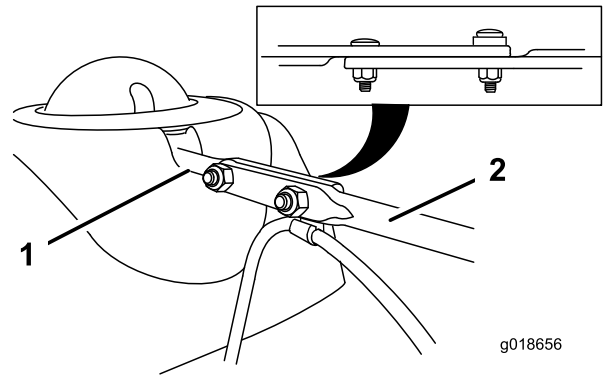

Figura 14
3. Alinee el extremo plano de la varilla larga de control del conducto con el extremo plano de la varilla corta que sale del panel de control, de modo que encajen entre sí (Figura 14).